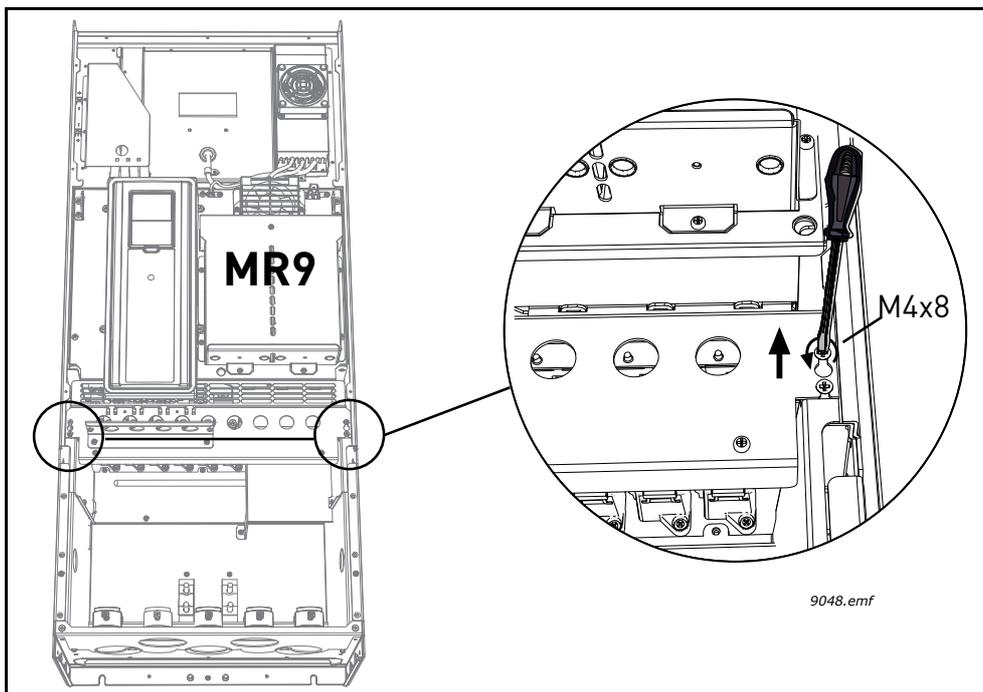
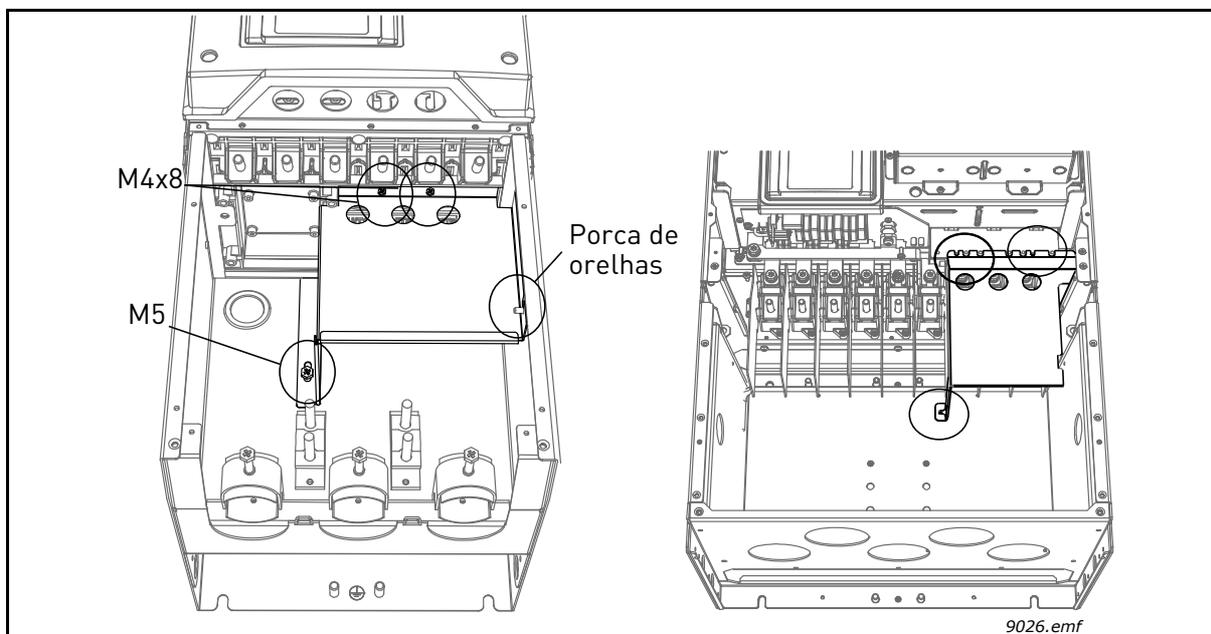

Figura 36. Retirar a placa de isolamento (MR9)
Figura 37. Retirar a placa de blindagem EMC, esquerda: MR8, direita: MR9
**12** Agora comece por reinstalar a placa de blindagem EMC (consulte a Figura 37) e, em seguida, a placa de isolamento do MR9 (consulte a Figura 36).